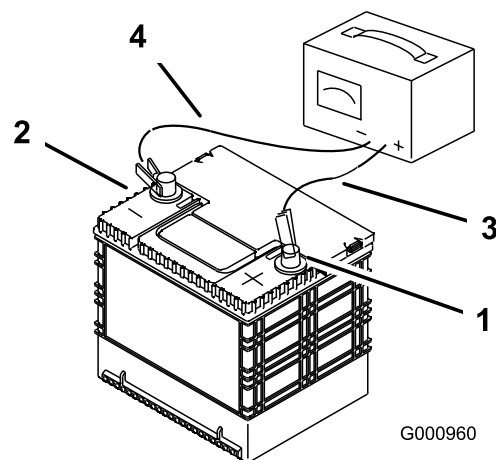

Figure 29
2. Quand la batterie est chargée au maximum, débranchez le chargeur de la prise, puis débranchez les fils du chargeur des bornes de la batterie (Figure 29).